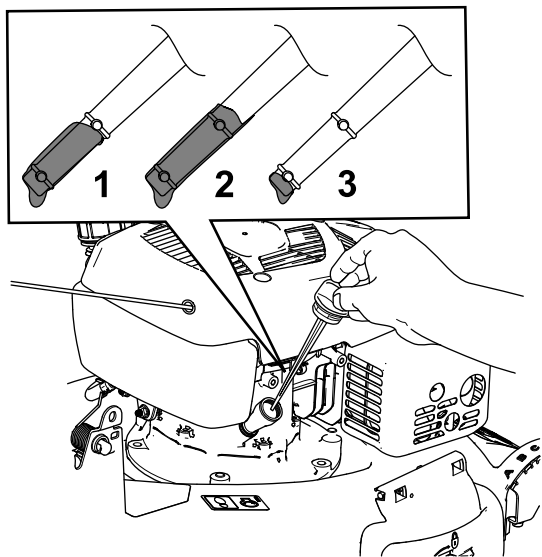

Figura 14
2. Retire la varilla (Figura 14).
5. Observe el nivel de aceite en la varilla (Figura 14).